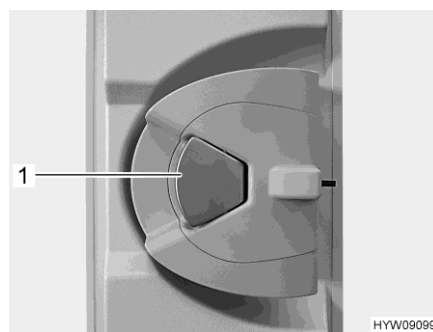

Bild 54 Türschloss (Wohnraamtür innen)
- Wenn das Türschloss verriegelt ist: Am Türgriff (Bild 54,1) einmal ziehen. Die Tür ist entriegelt.
- Am Türgriff (Bild 54,1) ziehen. Die Tür ist geöffnet.
- Den Türgriff (Bild 54,1) drücken.